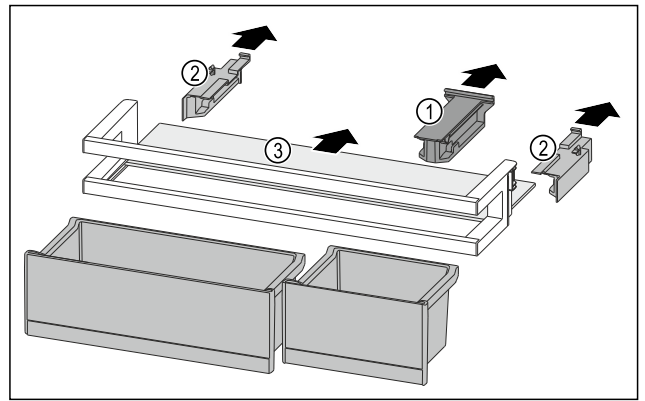

Fig. 239
- ▶ Halteteil Fig. 239 (1) abziehen.
- ▶ Seitenteile Fig. 239 (2) abziehen.
- ▶ Abstellfläche Fig. 239 (3) entnehmen.